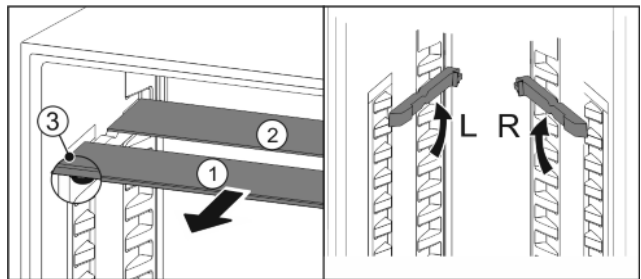

Fig. 20
- Glasplatten einzeln nach vorne herausziehen Fig. 20 (1).
- ▷ Glasplatte Fig. 20 (1) mit den Auszugsstopps liegt vorne.
- ▷ Stopps zeigen nach unten Fig. 20 (3).